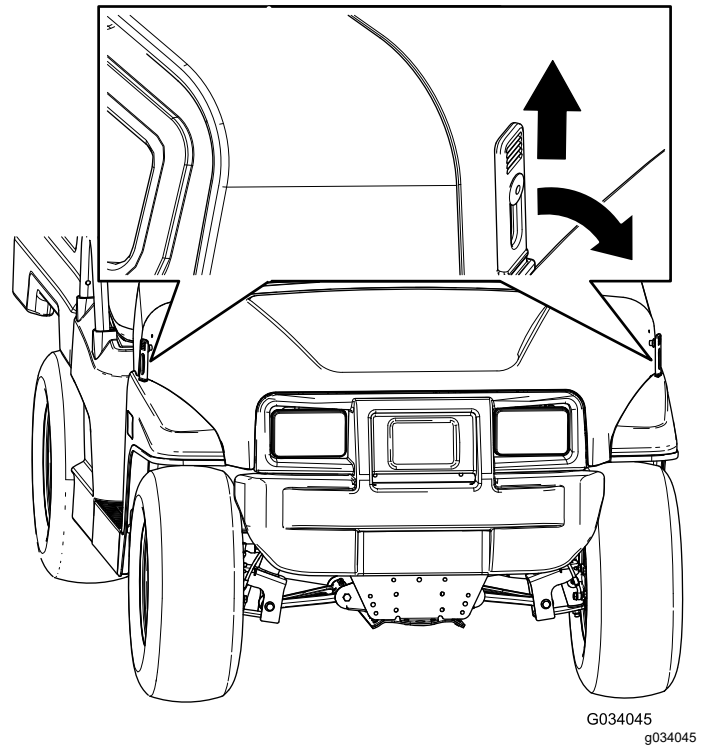

Figura 25
1. Sollevate l'impugnatura dei fermi in gomma su ciascun lato del cofano (Figura 25).
2. Fissate il cofano allineando i fermi in gomma sugli ancoraggi dei fermi su ciascun lato del cofano (Figura 25).